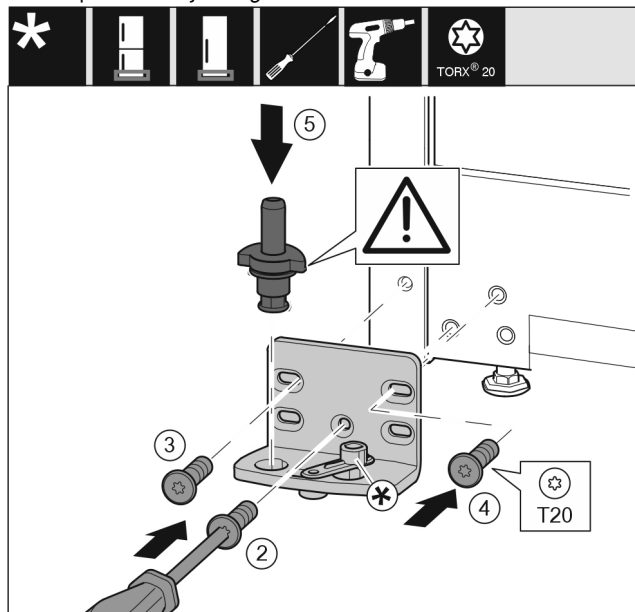

Fig. 14
- Ložiskovú konzolu nasadíte na druhú stranu a priskrutkujte ju pomocou skrutkovača T20. Začnite skrutkou 2 dole v strede. Fig. 14 (2)
- Pevne zaskrutkujte skrutku 3 a 4. Fig. 14 (3,4)
- Ložiskový čap úplne nasadíte. Dbajte pritom na to, aby zaistovací doraz ukazoval smerom dozadu. Fig. 14 (5)